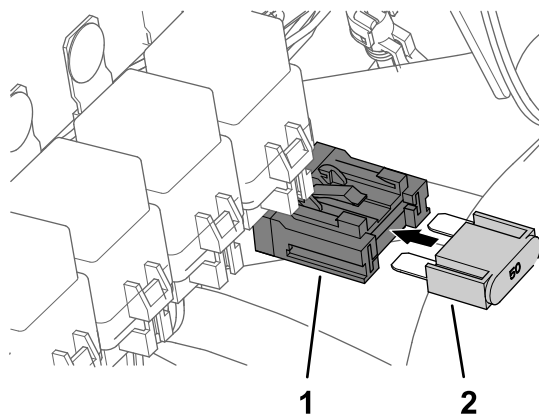

Figure 194
7. Insérez le fusible (50 A) dans le porte-fusibles en ligne jusqu'à ce qu'il soit complètement engagé (Figure 194).